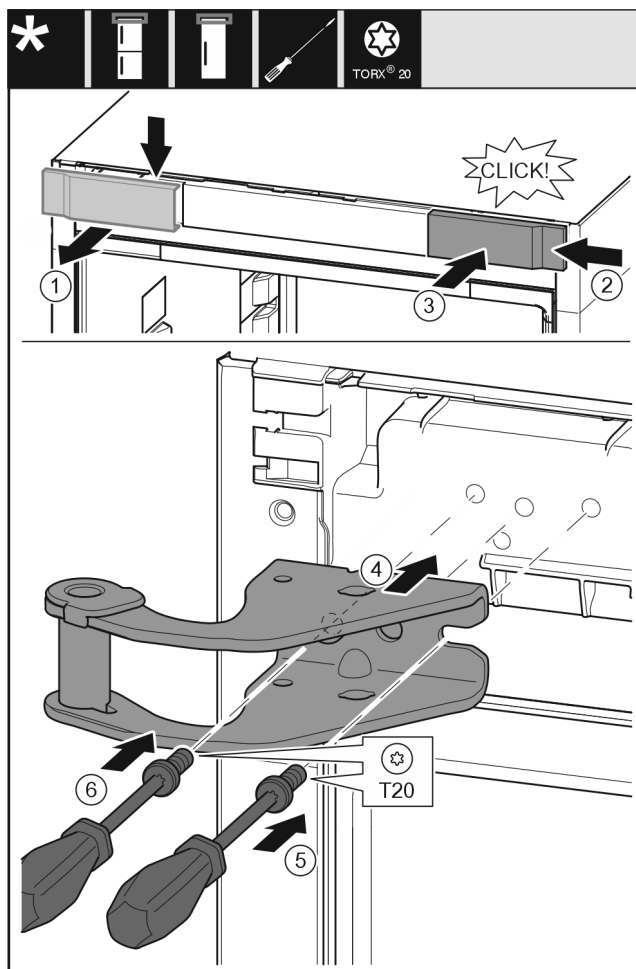

Fig. 15
- ▶ 从上方朝前取下盖板 Fig. 15 (1)。
- ▶ 将盖板 Fig. 15 (2) 旋转 180° 至另一侧从右边挂上。
- ▶ 插入盖板 Fig. 15 (3)。
- ▶ 装上上方的托架 Fig. 15 (4)。
- ▶ 用螺丝刀放上并旋紧螺钉 Fig. 15 (5)。
- ▶ 用螺丝刀放上并旋紧螺钉 Fig. 15 (6)。